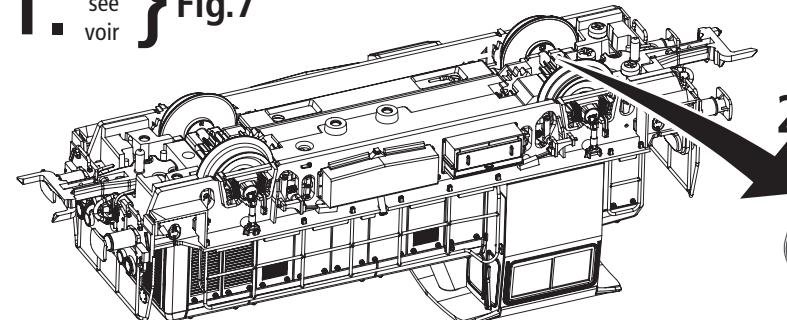

Fig. 8
3. Hafltreifenwechsel: Zuerst den Getriebedeckel abnehmen (Fig. 7). Danach den **Radsatz** herausnehmen (Fig. 8) und die **Hafltreifen** mit einer Nadel od. mit einem feinen Schraubendreher abziehen. Beim Aufziehen der neuen Hafltreifen darauf achten, dass diese sich nicht verdrehen.
3. Change of traction tyre: Remove the gear cover (fig. 7). Take out **wheel set** (fig. 8) and remove **traction tyre** using a pin or a fine screwdriver. When pressing on the new traction tyre please **avoid twisting it**.